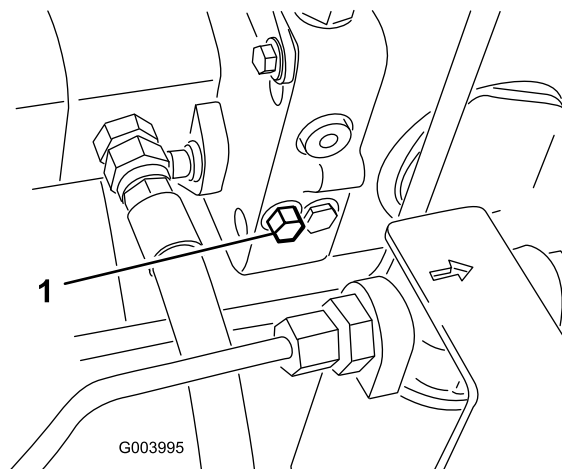

図 41
- バイパスバルブを右または左11.5回転させると内部でバイパスが形成される【図 41】。